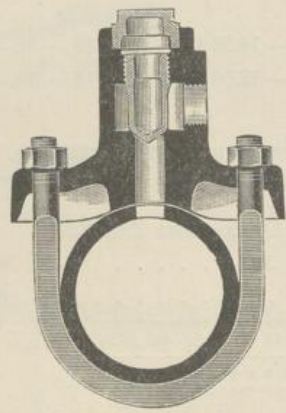
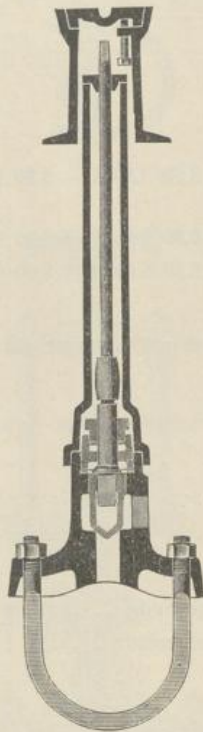

Fig. 337
Fig. 336
**Anbohrschellen, Fig. 336 und Fig. 337, mit Absperrventil** ermöglichen den Abschluß der Zweigleitung direkt am Hauptrohr, sind durch die Einbaugarnitur bequem zugänglich; hierbei werden Anbohrhahn sowie Absperrventil in der Zweigleitung erspart. Wird auf die Zugänglichkeit des Rohrschellenventiles von der Straße aus verzichtet, so entfällt die Einbaugarnitur und die Schelle erhält, nach Fig. 337, Verschuß-Stopfen. Bei notwendig werdender Absperrung der Zweigleitung muß dann bis zur Schelle aufgedrungen, der Verschuß-Stopfen abgenommen und das Ventil mittels des Schlüssels geschlossen werden.